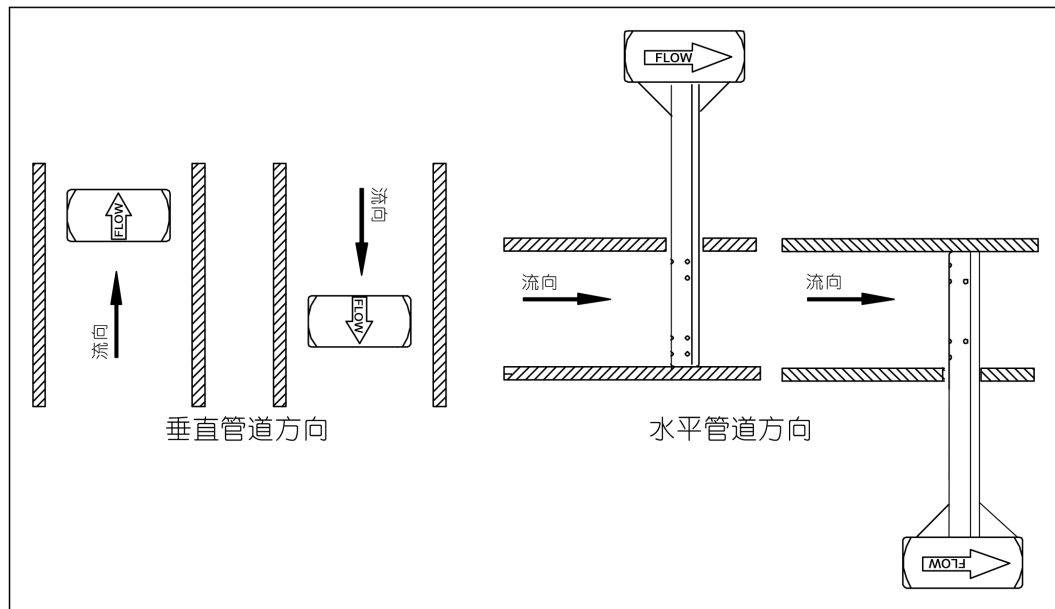

图 4：流体方向
- 调整探头方向，使仪表接头上标注着 "Flow" 方向的箭头与管道内流体流向一致并与管道的轴线方向夹角在  $\pm 3^\circ$  内（如图 4 所示）。使仪表接头保持这一方向并准备进行后续安装。